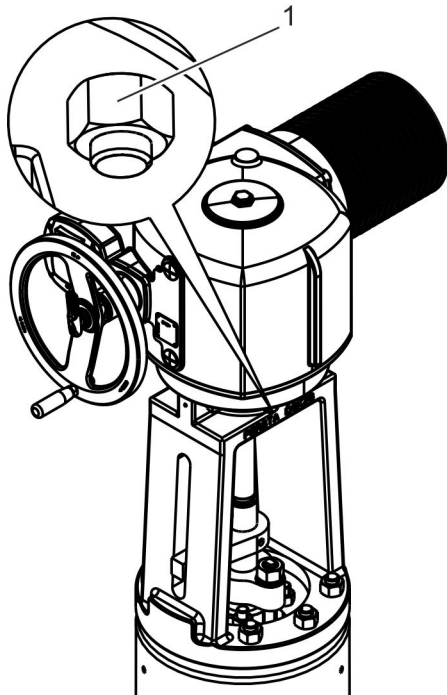

Abb. 31: Schrauben entfernen
2. ➔ Befestigungsmuttern (Abb. 31/1) des elektrischen Antriebs lösen und entfernen.
3. ➔ Elektrischen Antrieb (Abb. 31/2) abnehmen und außerhalb des Arbeitsbereichs lagern.